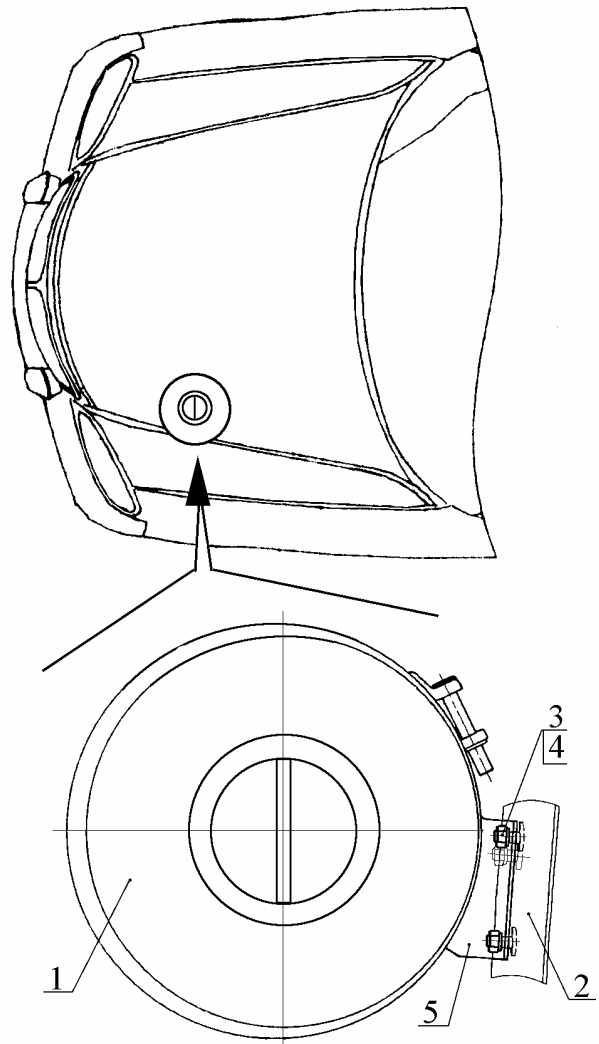

Рис.29. Снятие воздушного фильтра:
4.23. Снять воздушный фильтр 1 (рис. 29) с кузова автомобиля, отвинтив и сняв три гайки 3 и три шайбы 4, крепления кронштейна фильтра 5 к левому брызговику 2